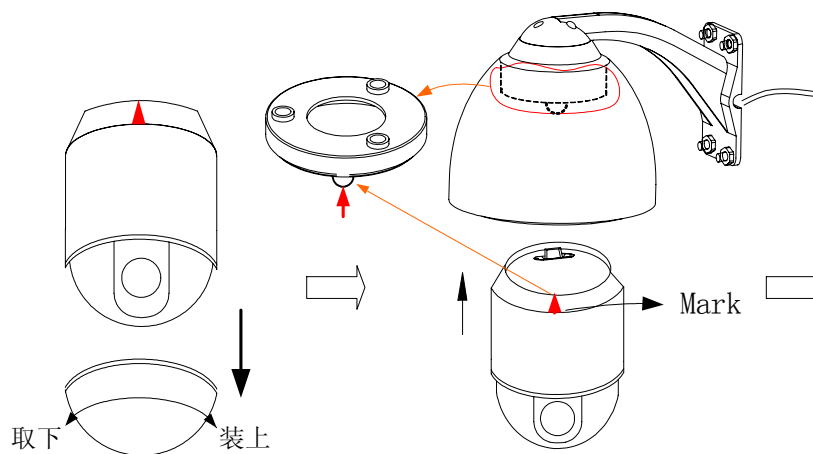

图 16
12. 逆时针方向旋转球机上的透明球罩，取下球机上的透明球罩（如图 16）。注意，将球机装在铝合金球罩里时，必须将球机上的透明球罩取下来。也就是说，任何时候都不允许同时使用两层透明球罩，否则将影响图像质量。